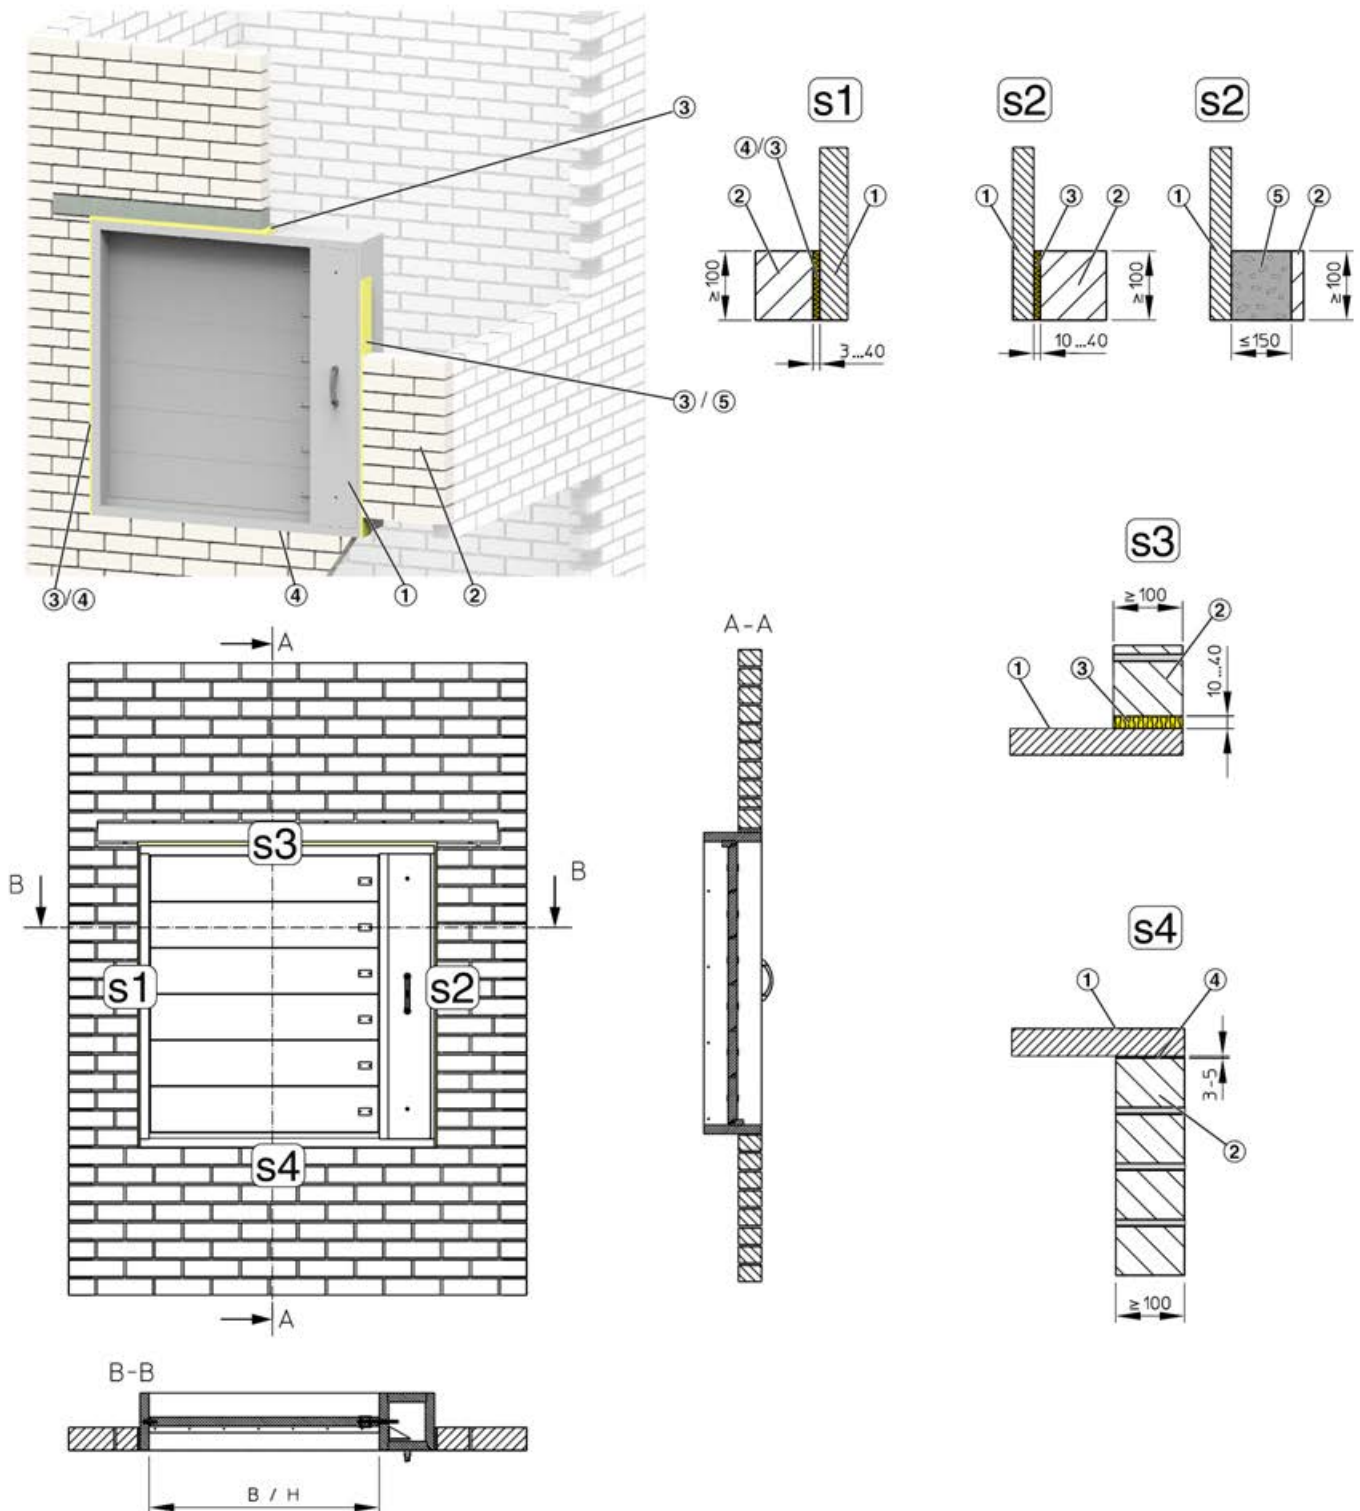

Fig. 18: Instalación en seco, sin mortero o seco, sin mortero - con base de mortero en pared o patinillo macizo
- ▶ Adherir la cinta sellante de alta temperatura ( $S_1$ ) al marco de instalación de la izquierda (Fig. 18 /4) y aproximar el marco de la compuerta (anchura de pared), también se puede usar lana mineral (Fig. 18 /3), consultar la tabla para espesores.
- ▶ Adherir la cinta sellante de alta temperatura en el lado inferior de la compuerta para control de humo (Fig. 18 /4) (anchura de pared), ↗ 20.
- En función del tipo de instalación, se debe emplear cinta sellante para alta temperatura (Fig. 18 /4) en la parte inferior de la compuerta cortafuego y en el marco de la compuerta (anchura de pared), ↪ 20 o aplicar un lecho de mortero al marco de instalación más bajo (S4).